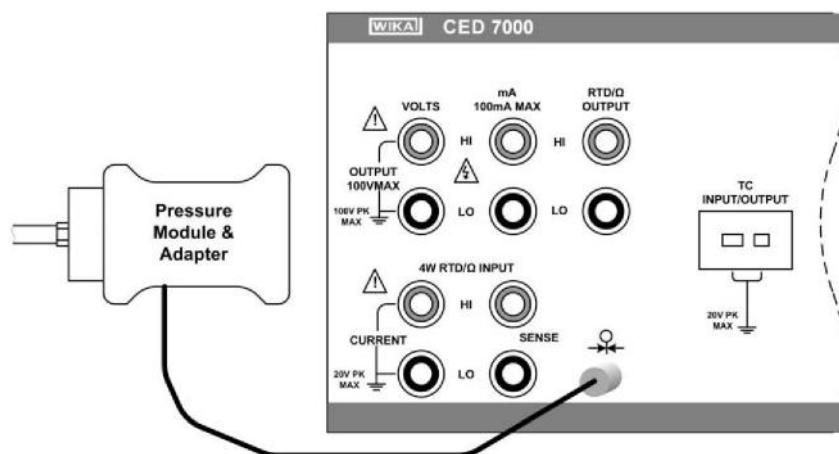

图 16 - 压力模块连接
- a) 将压力模块连接到 CED 7000，如图 16 所示。